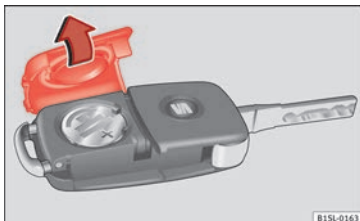

Fig. 127 Bilnøgle: afdækning til batterirum
Batteriet sidder på bagsiden af bilnøglen under en afdækning » Fig. 127.
- Tag afdækningen på bagsiden af bilnøglen » Fig. 127 af i pilens retning » ❶.
- Sæt afdækningen på som vist på billedet » Fig. 127, og tryk den modsat pilens retning på bilnøglehuset, indtil den går i hak.
❶ FORSIGTIG